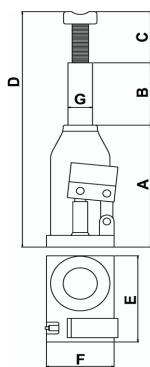

Fig. 01
1. Technische Daten (Fig. 01)
1. Technical Data (Fig. 01)